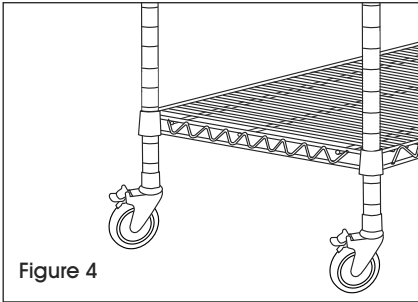

Figure 4
3. Placez l'unité à la verticale. Tapotez délicatement la tablette vers le bas pour la fixer en place. (Voir Figure 4)